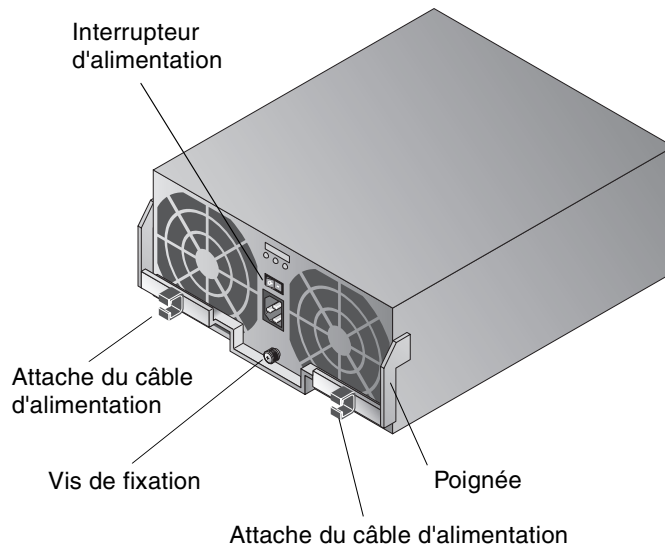

FIGURE 6-9 Unité d'alimentation et de refroidissement
1. **Mettez-la hors tension en appuyant sur l'interrupteur de marche/arrêt (FIGURE 6-9).**
3. Retirez le câble d'alimentation de l'attache située sur l'UAR (FIGURE 6-9).